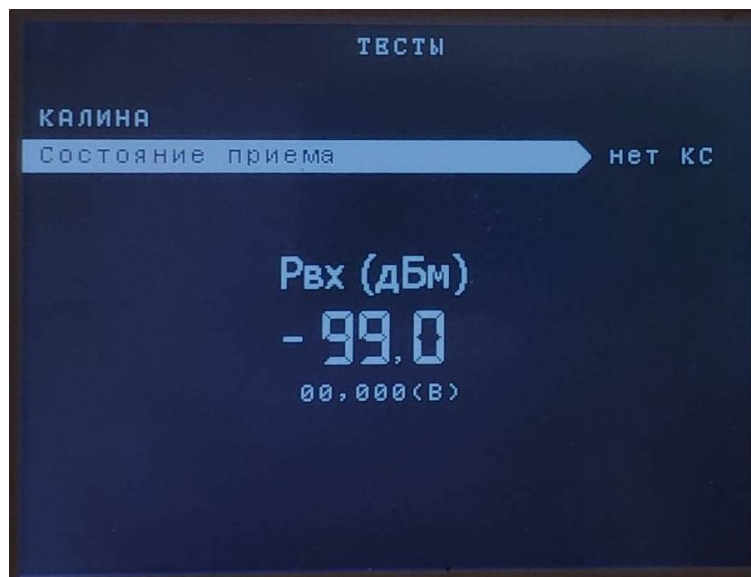

Рисунок 21 – Подраздел «Тест приема АК»
3.3. «Тест приема АК» - подраздел предназначен для тестового вывода на дисплей поступающих на вход «ОРИОН» АПК RX аварийных команд, а так же вывод текущего уровня сигнала на входе ЛФ (см. рисунок 21).